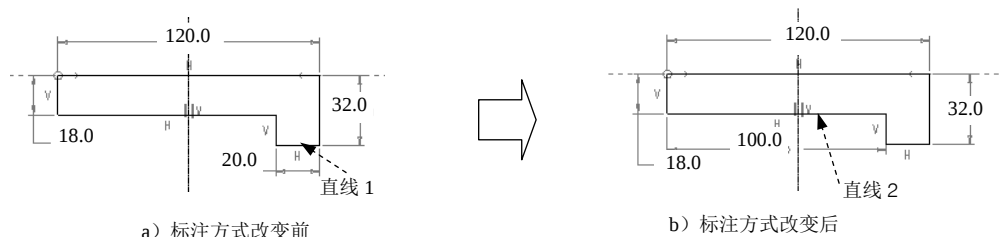

图 3.1.20 改变标注方式
⑥ 改变标注方式,满足设计意图。如图 3.1.20 所示,删除直线 1 的标注,而添加直线 2 的标注。